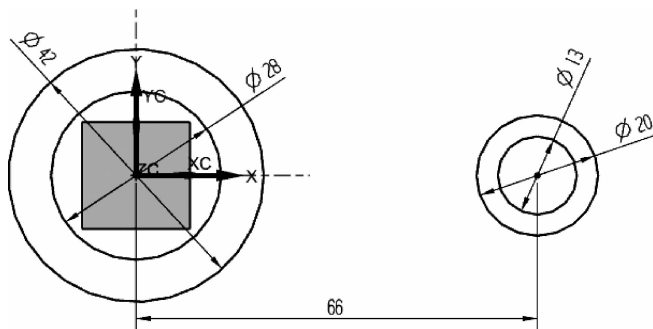

图 2-34 绘制 $\phi 13$ 和 $\phi 20$ 的圆
(4)创建 $\phi 13$ 和 $\phi 20$ 的圆。在“草图”工具条中单击  图标,在 X 轴上分别绘制 $\phi 13$ 和 $\phi 20$ 的圆,约束两圆同心,并将其与坐标系原点之间的距离设置为 66,如图 2-34 所示。